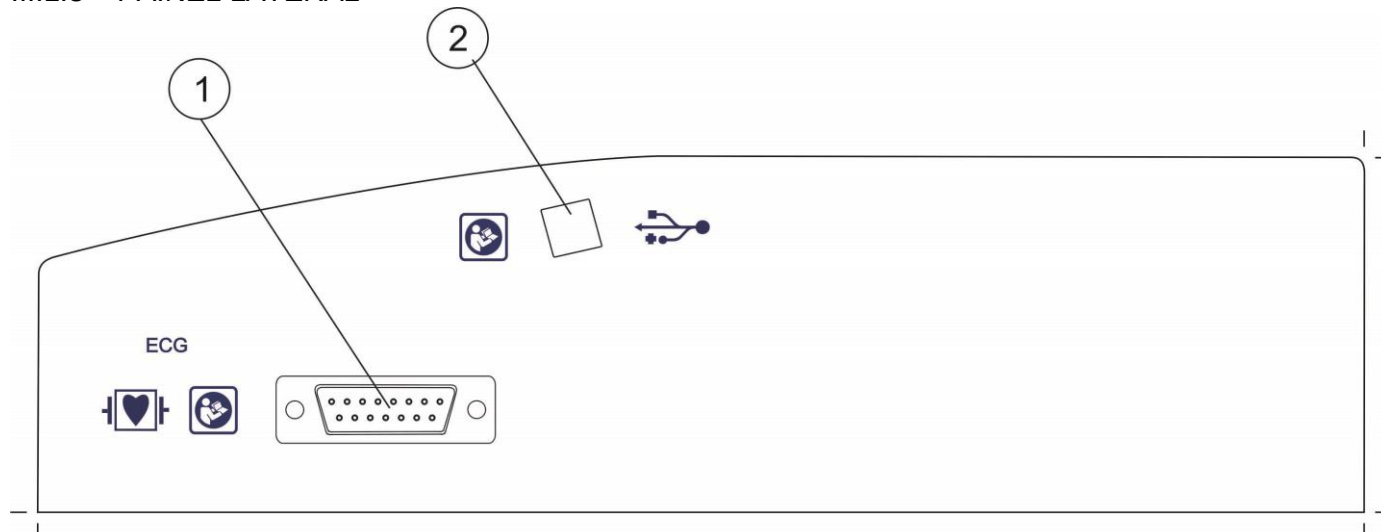

Fig. III.1.3 – Painel Lateral
1. Conectar o *cabo de paciente* que acompanha o *equipamento* (cód. T2-1-022-027) no conector apropriado, localizado no painel lateral do *eletrocardiógrafo* (1 – Fig. III.1.3)²⁰. Para isso, encaixar o conector do *cabo de paciente* no painel lateral (o conector é polarizado) e, apertar os dois parafusos existentes para fixá-lo.